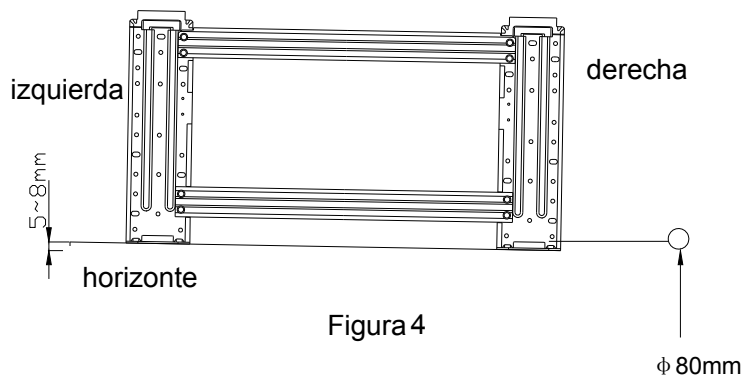

Figura 4
- Perfore como lo señala el figura 4, el diametro del agujero es aproximadamente 80mm. El agujero debe inclinarse un poco al exterior.